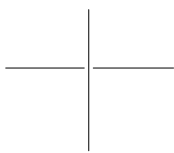

图 2-13 管线置上
- “管线置上”选项：选中该项，后画的管线位于先画的管线之上，如图 2-13 所示（先画水平管线，再画垂直管线）。